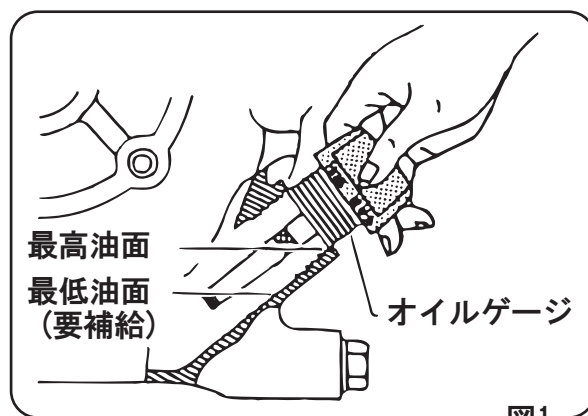

図1
- f. エンジンを水平にして、オイルを点検し不足している場合は補充して下さい。エンジンオイルは下記のものを使用して下さい。(図1)